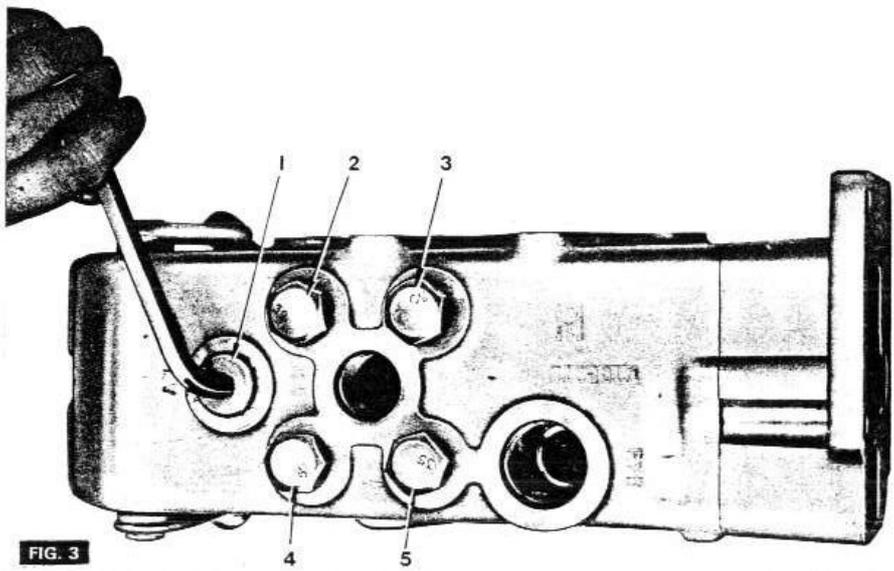

FIG. 3
- 3 - (figure 3) - Extraire la soupape principale (1) et les clapets anti-chocs (2, 3, 4, 5).